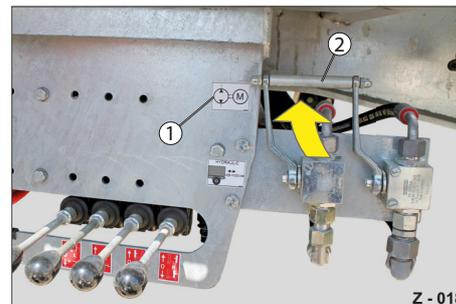

Abb. 18 Hydraulikzufuhr „Elektro-Pumpe“
- ▶ Schwenken Sie den Umschalthebel (Abb. 18/2) nach oben. Die Hydraulikzufuhr ist auf das Elektro-Hydraulik-Aggregat umgestellt.